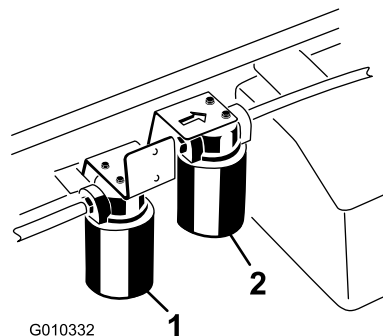

図 68
3. フィルタの下に廃油受けを置いてフィルタを外す(図 68)。
1. ハイフローフィルタを取り付けている周辺をウェスできれいにぬぐう 図 68。